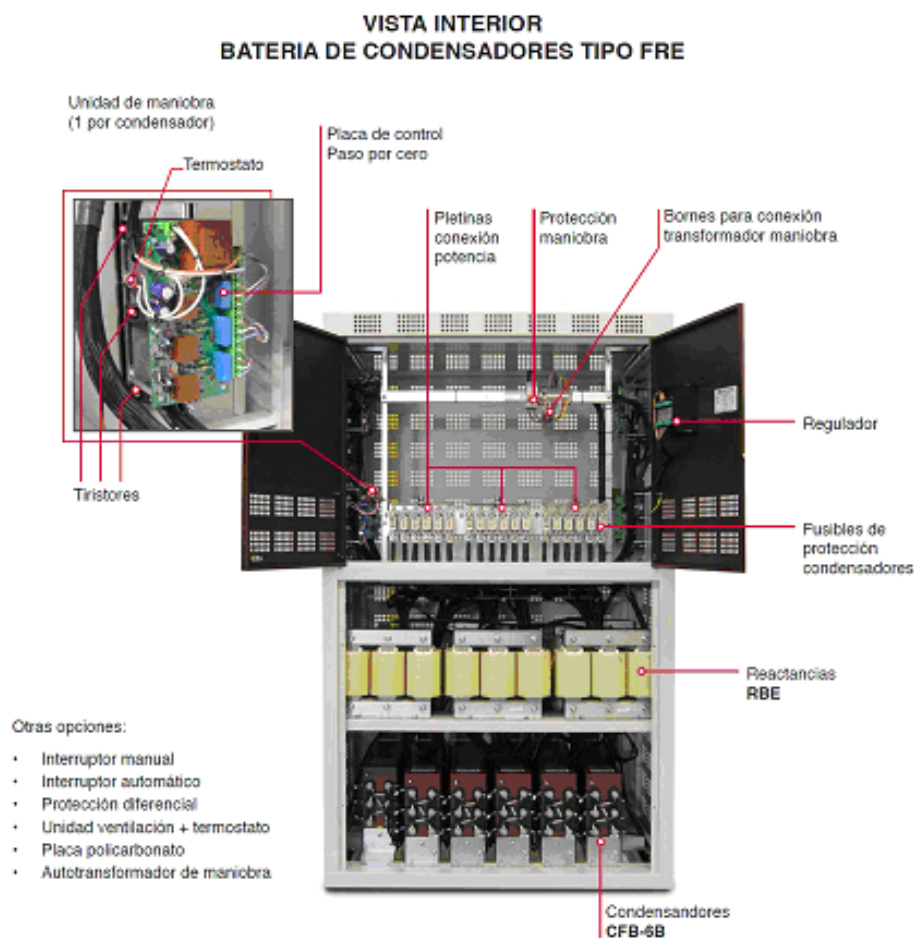
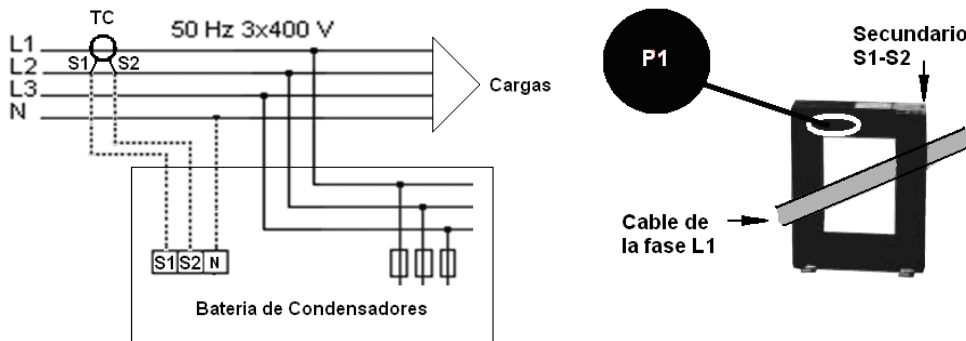

Fig. 4-3 .- Componentes de las baterías FRE
Fig. 5-2.- Colocación del transformador de corriente (TC) (externo)
En la Fig. 4-3 puede verse, a título de ejemplo una batería FRE, mostrando los componentes esenciales de dichos equipos, en particular los filtros y las placas CPC para maniobra estática
- Algunos elementos de protección mostrados en la Fig. 4-3 son opcionales y pueden no estar en su equipo.
- Conectar el borne de tierra de la batería de filtros alojado en el armario de maniobra del equipo (ver Fig. 4-3) a la toma de tierra exterior. La sección del cable de tierra se seleccionará según los límites de intensidades admisibles establecidos en el REBT (ITC-BT-19 – Instalaciones interiores ó receptoras).
5.3.5 Conexión del transformador de corriente (TC)
<p>Es necesario colocar un transformador de corriente (TC) exterior a la batería, midiendo la corriente total de la carga más la propia de la batería (ver Fig. 5-2).</p> <p>El transformador estándar debe tener salida nominal de 5 A en el secundario. Es aconsejable conectar el TC a la fase L1 con el sentido de la corriente de P1 a P2 (ver Fig. 5-2) y conectar el secundario (bornes S1, S2) a los bornes del mismo nombre de la batería (ver Fig. 5-2).</p> <p>Evitar paso de corriente por el primario del TC antes de conectar el secundario a los bornes S1 S2 de la batería. Si debe instalarse el TC con la instalación en carga, cortocircuitar S1 y S2 mientras no se conecten a la batería.</p>
- Asegurese de que el magnetotérmico interior que arranca el regulador (indicado como protección de maniobra en la Fig. 4-3 está conectado